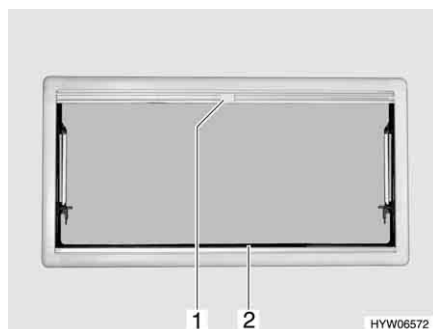

Fig. 57 Finestra apribile
- Afferrare la tendina oscurante pieghevole (Fig. 57,2) per la parte centrale della barra di presa, tirarla dal basso verso all'alto e rilasciarla nella posizione desiderata. La tendina oscurante pieghevole rimane in questa posizione.
- Tirare la zanzariera a rullo per la maniglia (Fig. 57,1) verso il basso fino a quando non si trova in contatto con la tendina oscurante pieghevole (Fig. 57,2).
- Premere la maniglia (Fig. 57,1) della zanzariera a rullo.